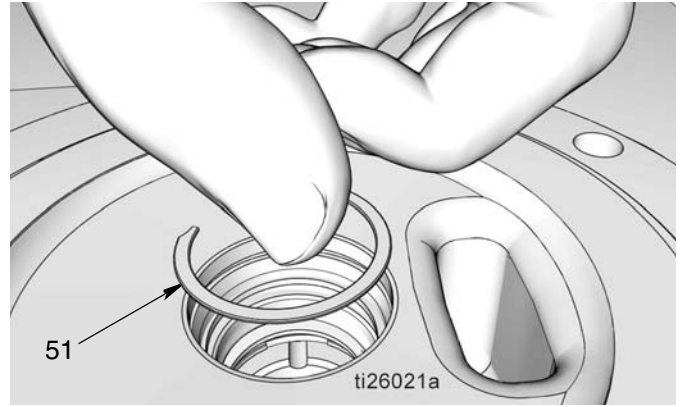

图 34
- f. 安装固定夹（51）（图 34）。当固定夹正确就位到沟槽上时应听到“咔哒”一声。